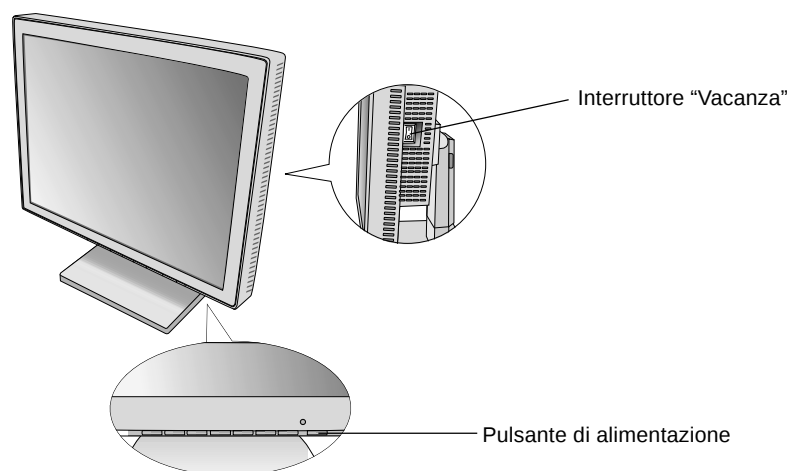

Figura D.1
5. L'interruttore "Vacanza" sul fianco destro del monitor deve essere acceso (**Figura D.1**). Accendere il monitor con il pulsante di alimentazione e il computer.